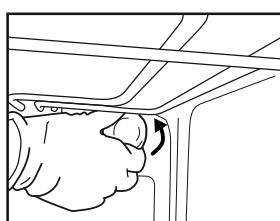
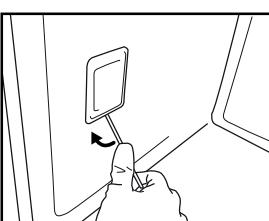

Рис. 6
Рис. 7
2. Выкрутите плафон (Рис. 6), замените лампочку (тип лампочки указан в примечании) и вкрутите плафон снова (Рис. 7).
3. Снимите крышку лампы, поддав ее отверткой (Рис. 7).